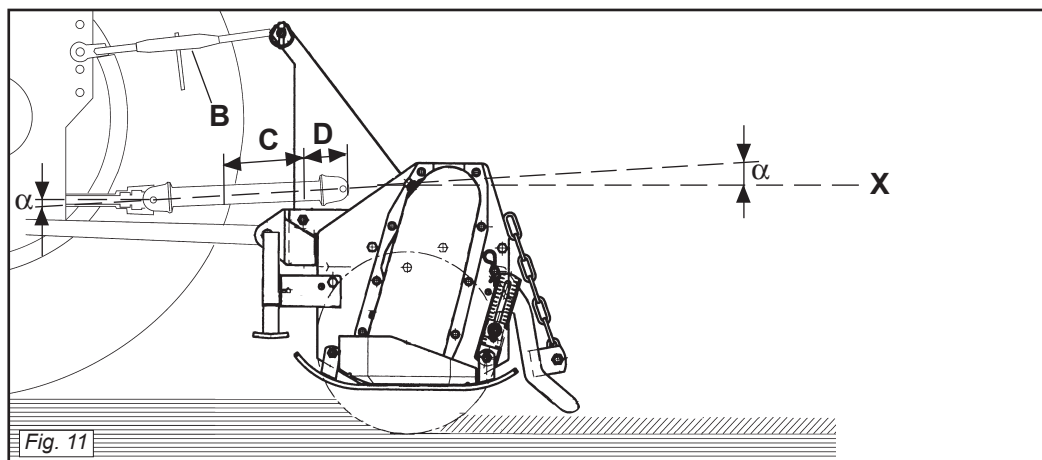
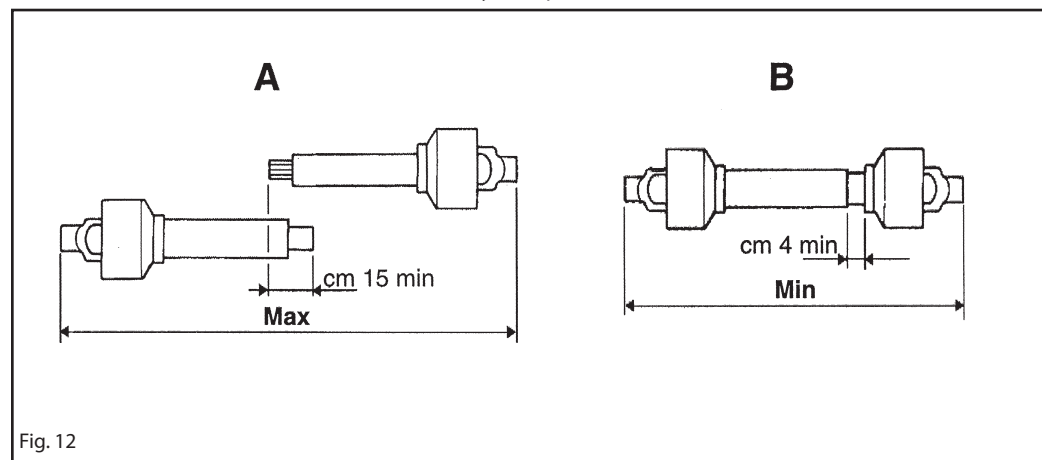

Fig. 11
Fig. 12
Pour obtenir cette condition augmenter ou diminuer la longueur de la barre supérieure de l'attelage (B Fig. 11) de manière à ce que l'axe (X Fig. 11) de la bague cannelé de la boîte soit parallèle au sol.
Um dies zu erhalten, die Länge der oberen Kupplungsstange (B Abb. 11) erhöhen oder verringern, bis die Achse (X Abb. 11) der Keilmutter des Gehäuses parallel zum Boden steht.
Отключить отбор мощности трактора и выключить двигатель. Соединить вал карданной передачи с отбором мощности трактора. Соединение будет правильным, когда машина в рабочей позиции находится в горизонтальном положении. Для этого необходимо увеличить или уменьшить длину верхней штанги сцепления (B Рис. 11) так, чтобы проходящая ось (X Рис. 11) зажимного нарезного кольца коробки была параллельной грунту.
- I due angoli (α Fig. 11) formati dalle assi delle forcelle e l'asse dei tubi scorrevoli saranno uguali e non dovranno superare i 10°.
- La copertura (C Fig. 11) dei tubi scorrevoli deve essere di 15 cm minimo (Fig. 12).
- I due tubi dell'albero di trasmissione a cardano non si devono ricoprire completamente, una corsa di sicurezza (D Fig. 11) di 4 cm minimo deve sussistere.
- Gli angoli (α Fig. 11) dei cardani non devono essere superiori a 40° (Fig. 11).
- The two angles (α Fig. 11) formed by the fork axes and the axis of the sliding tubes will be equal and must not exceed 10°.
- The sliding tubes (C Fig. 11) must overlap by at least 15 cm (Fig. 12).
- The two tubes of the driveline shaft must not fully overlap. There must always be a safety travel (D Fig. 11) of at least 4 cm.
- The angles (α Fig. 11) of the drivelines must not exceed 40° (Fig. 11).
- Die beiden Winkel (α Abb. 11), die aus den Achsen der Gabeln und der Achse der Gleitrohre bestehen, müssen gleich groß sein und dürfen auf keinen Fall größer als 10° sein.
- Die Überdeckung (C Abb. 11) der Gleitrohre muss mindestens 15 cm ausmachen (Abb. 12).
- Die beiden Rohre der Gelenkwelle dürfen sich nicht ganz überdecken. Es muss noch einen Sicherheitshub (D Abb. 11) von mindestens 4 cm geben.
- Die Winkel (α Abb. 11) der Gelenkwellen dürfen nicht größer als 40° sein (Abb. 11).
- Les deux angles (α Fig. 11) formés par les axes des fourches et l'axe des tubes coulissants doivent être identiques et ne doivent pas dépasser 10°.
- La couverture (C Fig. 11) des tubes coulissants doit être au minimum de 15 mm (Fig. 12).
- Les deux tubes de l'arbre de transmission à cardans ne doivent pas se recouvrir complètement, il doit rester une course de sécurité (D Fig. 11) de 4 cm au minimum.
- Les angles (α Fig. 11) des cardans ne doivent pas être supérieurs à 40° (Fig. 11).
- Два угла (α Рис. 11), образованные осями вилок и осями скользящих труб, должны быть одинаковыми и не превышать 10 градусов.
- Накладка (C Рис. 11) скользящих труб должна быть минимум 15 см (Рис. 12).
- Две трубы вала карданной передачи не должны накладываться полностью, должен иметься ход надежности минимум 4 см (D Рис. 11)
Углы (α Рис. 11) не должны превышать 40 градусов (Рис. 11). Если не будут достигнуты два этих результата:
Quando esso è inserito al massimo, il gioco minimo consentito deve essere di 4 cm. (Fig. 12).
When fully inserted, the minimum play must be 4 cm. (Fig. 12).
Quand il est entièrement rentré, le jeu minimum admissible doit être de 4 cm. (Fig. 12).
Wenn die beiden Teile ganz zusammengeschoben sind, muß das kleinstmögliche Spiel 4 cm ausmachen. (Abb. 12).
Когда он полностью соединен, минимальный допустимый зазор должен быть 4 см (Рис. 12).